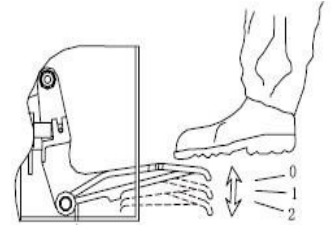
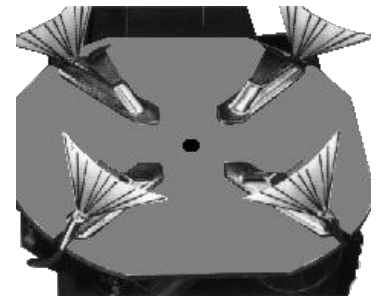

Fig 18
Fig 19
- a. Tryck pedalen för snabb däckupplåsning till mittläget (fig. 18, läge 1), upplåsningshuvudet ska släppa ut luft.
- b. Tryck ner pedalen för snabb däckupplåsning helt (fig. 18, läge 2). En kraftig luftström ska komma ut ur hålen i de fyra käftarnas låssliders. (Fig. 19)